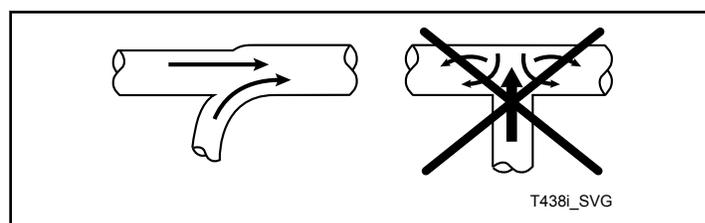

Figure 15
**REMARQUE : Ne jamais connecter une conduite de séchoir à une conduite de collecteur à un angle de 90°. Se reporter à la *Figure 15*. Une telle procédure peut causer une contre-pression trop importante et affecter négativement les performances du séchoir. Ne jamais connecter les deux conduites d'évacuation des séchoirs en les croisant et au point de connexion de la conduite d'admission.**